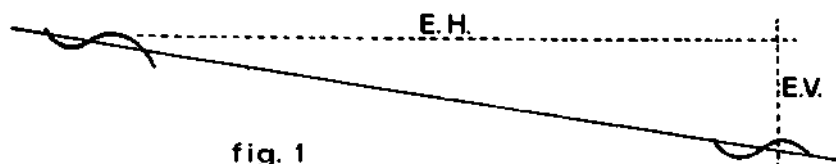

fig. 1
E.V. = espaçamento vertical, que é a diferença de altura (do terreno) de um terraço ao outro (fig. 1)
E.H. = espaçamento horizontal, que é a distância de um terraço a outro (fig. 1).